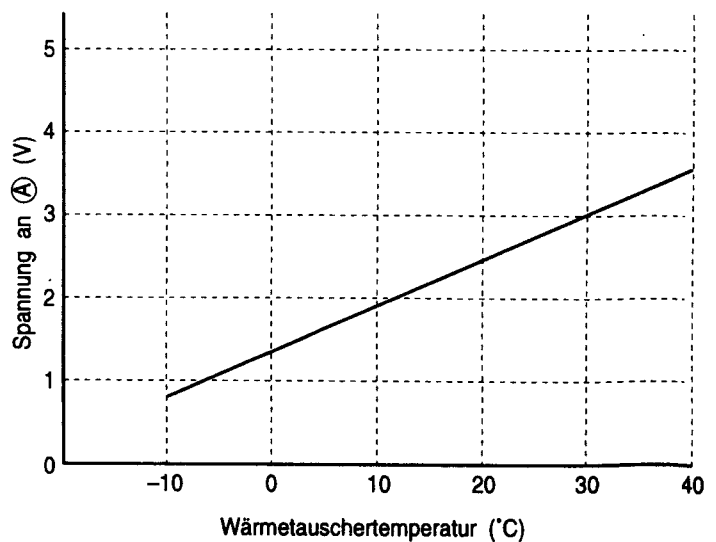

Abb. 7-2
- (1) Vorwärmung
- (2) Niedertemperatur-Entfrosten während Kühl- und Entfeuchtungsbetrieb.
- (3) Feststellung des Betriebsausfalls des Umschaltventils oder der Öffnung des Thermistors für Wärmetauschartemperatur.
Die Spannung an (A) hängt von der Temperatur des Wärmetauschers ab, wie es in Abb. 7-2 dargestellt ist.